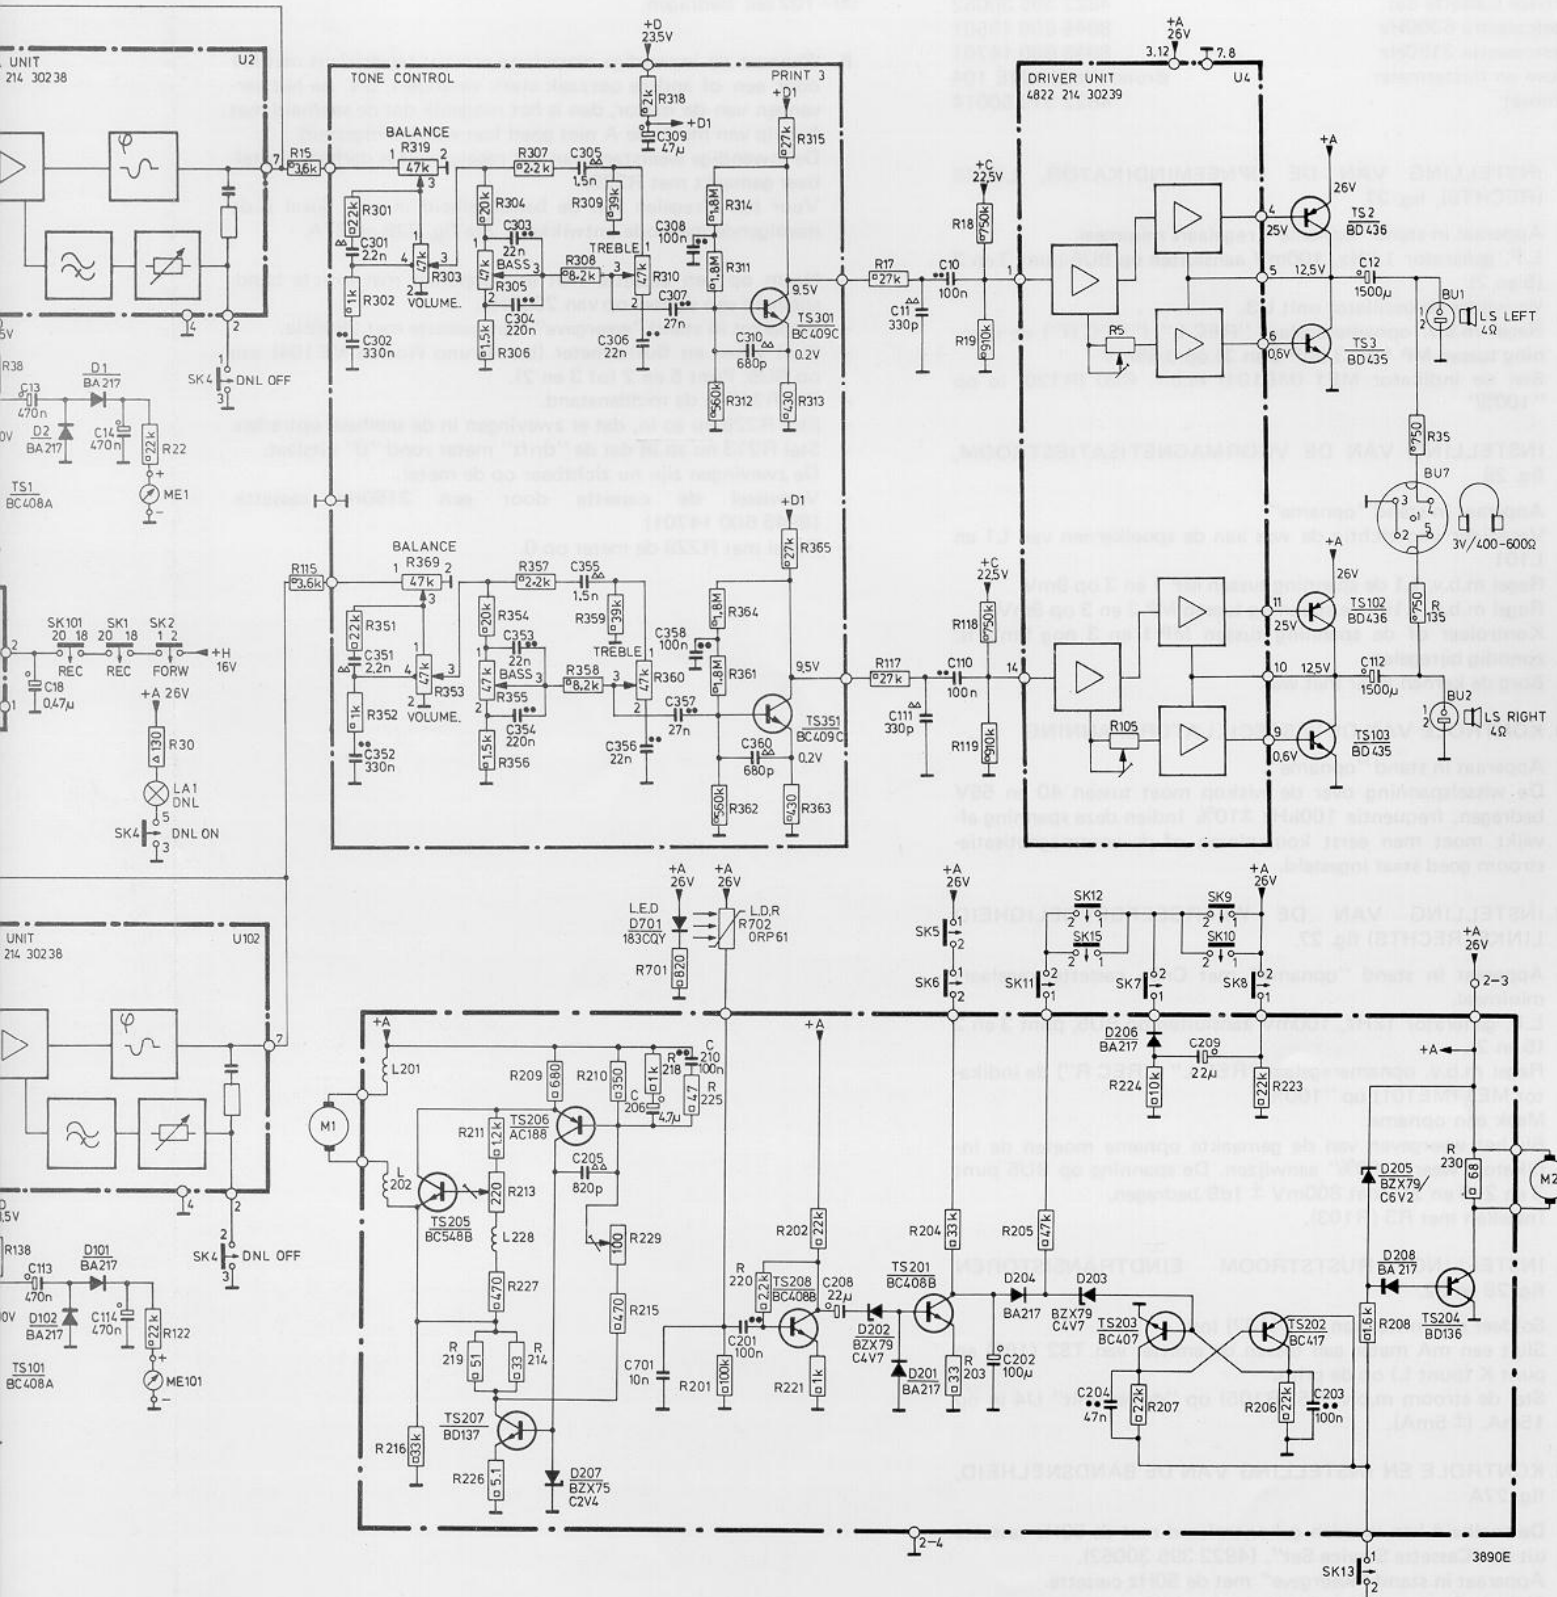

Fig. 33B
- B. Wanneer de inwendige weerstand van het regelcircuit met M1 door een of andere oorzaak sterk verandert, b.v. na het vervangen van de motor, dan is het mogelijk dat de snelheid met behulp van methode A niet goed kan worden ingesteld. De inwendige weerstand van het regelcircuit is derhalve instelbaar gemaakt met R229. Voor het afregelen van de bandsnelheid in zo'n geval is de navolgende methode ontwikkeld. Zie fig. 33B en 27A.